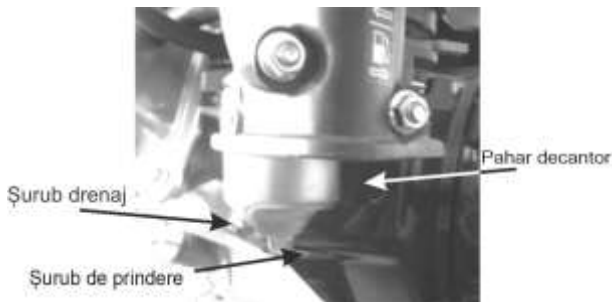

Fig. 44
- 1) Închideți robinetul de combustibil, și puneți un container adecvat pentru benzină sub vasul decantor. Apoi desfaceți șurubul de prindere al paharului decantor. Curățați vasul decantor și îl fixați cu ajutorul șurubului. (Vezi Fig.44)